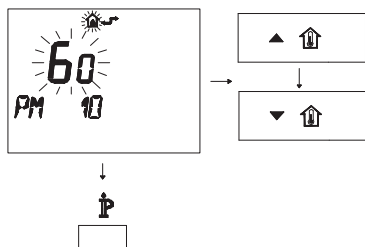

Рисунок 5.34
- Измените заданное значение при помощи кнопки  или  и подождите, пока заданная цифра не начнет мигать (Рисунок 5.34).